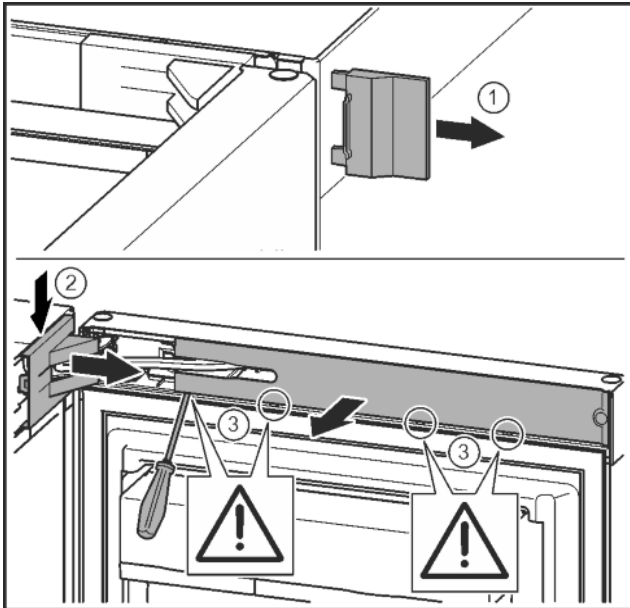

Fig. 12
- Vegye le a külső fedelet. Fig. 12 (1)
- Pattintsa ki és oldja ki a csapágybak fedelét. Vegye le a csapágybak fedelét. Fig. 12 (2)
- Hornyoltfejú csavarhúzóval pattintsa ki a lemezt, és fordítsa oldalra. Fig. 12 (3)